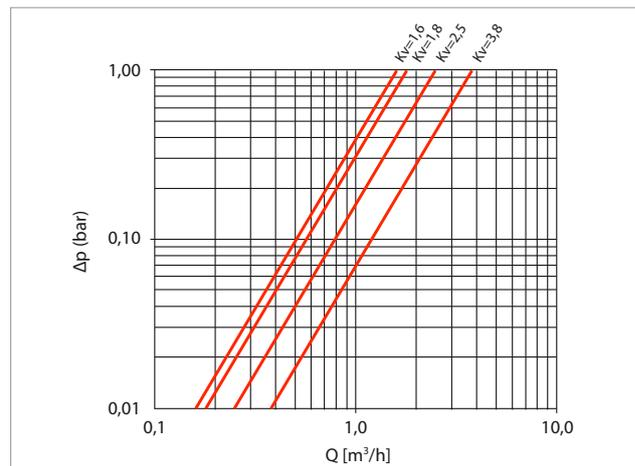

Figura 2 - Diagramma perdite di carico
- $K_v = 1,8$ e $3,8$ con tronchetti montati (codice GE550Y111) rispettivamente per ACS (acqua calda sanitaria) e AFS (acqua fredda sanitaria), vedere figura 2.
- $K_v = 1,6$ e $2,5$ con contaltri sanitari montati (codice GE550Y024) rispettivamente per ACS (acqua calda sanitaria) e AFS (acqua fredda sanitaria), vedere figura 2.
Verificare le direzioni di flusso indicate sul corpo dei contaltri in riferimento allo schema di funzionamento, figura 2.